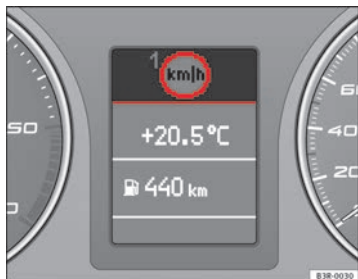

Abb. 56 Display:
Die Geschwindigkeitswarnanlage warnt den Fahrer, wenn er eine zuvor abgespeicherte Höchstgeschwindigkeit überschreitet. Sobald die Geschwindigkeit den abgespeicherten Wert um etwa 10 km/h überschreitet, ertönt ein Warnton. Gleichzeitig erscheint im Display ein Warnsymbol  $\Rightarrow$  Seite 85, Abb. 56.
Das Geschwindigkeitswarnsymbol im Display  der Warnschwelle 1  $\Rightarrow$  Seite 85, Abb. 56 erscheint beim Überschreiten der gespeicherten Höchstgeschwindigkeit. Es erlischt wieder, wenn die Geschwindigkeit unter die gespeicherte Höchstgeschwindigkeit verringert wird.
- Die CHECK-Taste so lange drücken, bis das Symbol  $\Rightarrow$  Seite 85, Abb. 56 erscheint.